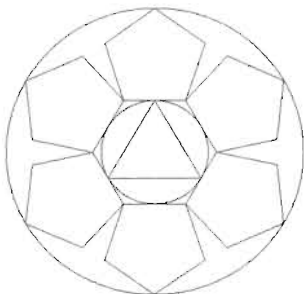

图 3-52
(1) 如图 3-52 所示, 这个一个由等边三角形、正五边形、正六边形和圆形组成的图案。通过绘制这个图案, 以达到熟练掌握 `polygon` 命令的目的。